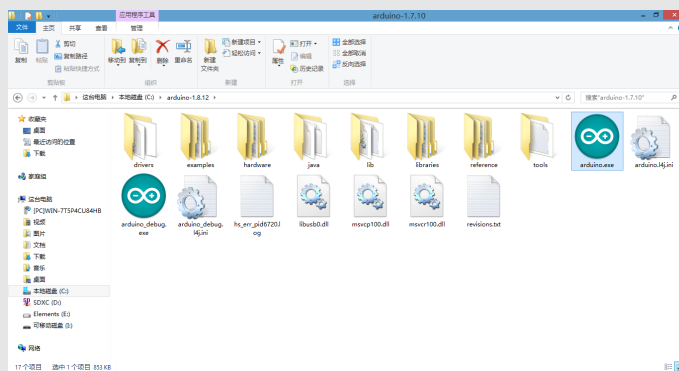

图 1-4 解压完成后的 Arduino 目录
(2) 解压完成后，打开文件目录“C:\arduino-1.8.12\”，可以看见如图 1-4 所示目录。